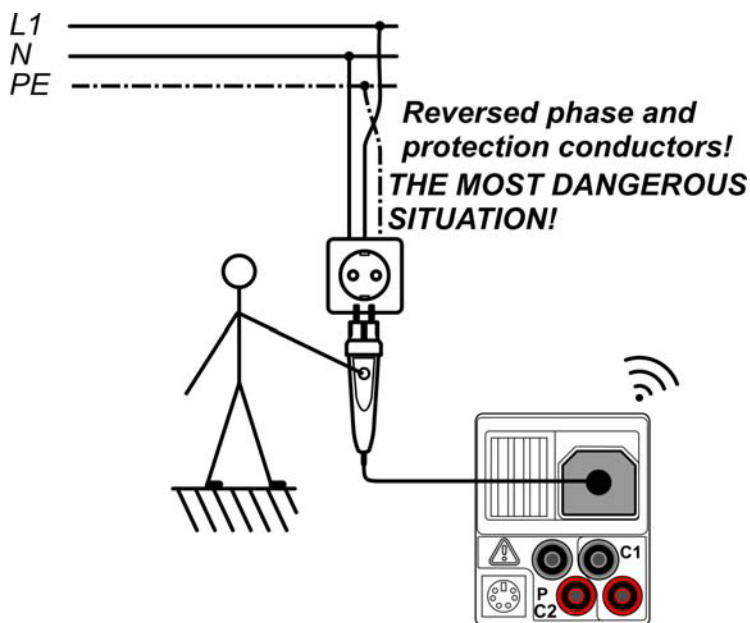

Abbildung D.4: Vertauschte L- und PE-Leiter (Anwendung des Commander Prüfsteckers)
- ❑ **Schließen Sie** den Commander an das Prüfstück (siehe *Abbildung D.4*).